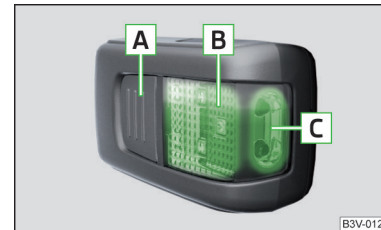

Fig. 133 Lampa cu posibilitate de demontare
Descrierea lămpii » fig. 133
- Pentru **aprinderea** lămpii scoase, apăsați butonul **A** » fig. 133. Printr-o nouă apăsare, lampa se **stinge**.
Dacă lampa nu este stinsă și așezată corect în suport, lămpile LED din partea din față a lămpii **C** » fig. 133 se sting automat.